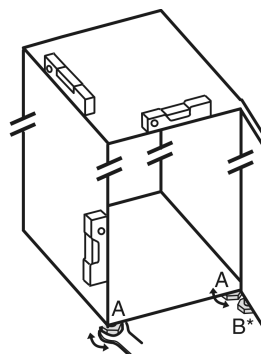

Fig. 51
- ▶ Zhvendosni këmbëzat me rregullim *Fig. 51 (A)* me çelës fiso dhe me ndihmën e një niveli me ujë, derisa pajisja të jetë niveluar mirë.
- ▶ Zhvendosni këmbëzat me rregullim *Fig. 51 (B)* në bazamentin mbështetës me çelësat fiso të përfshirë në paketim, derisa të jetë mbështetur mbi dyshe-me.
- ▶ Rrotulloni këmbëzën me rregullim *Fig. 51 (B)* me 90°.